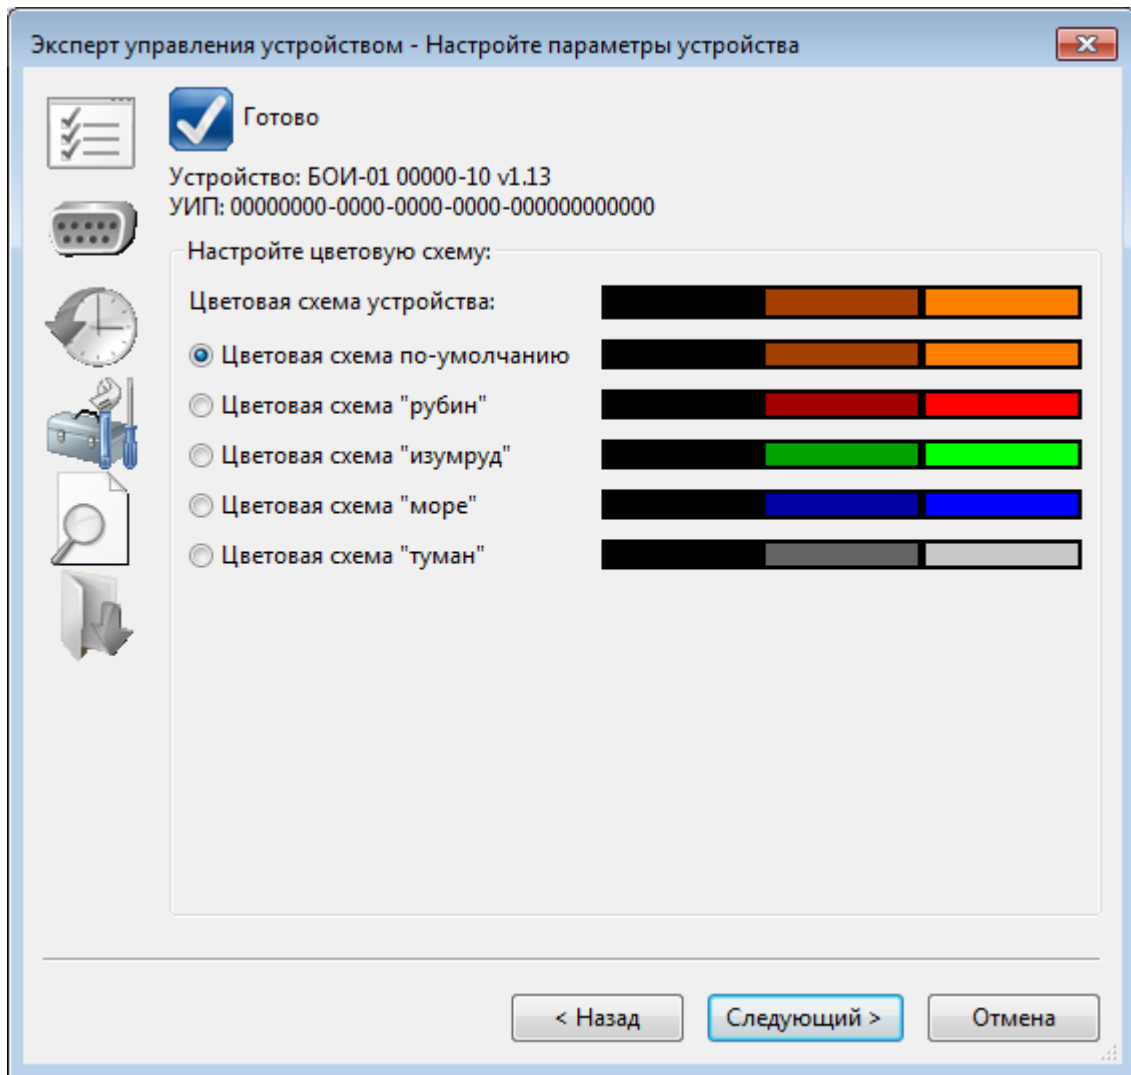

Рис.46. Окно настроек параметров БОИ-01.
2.3.10.4.4. Настройка параметров БОИ-01 производится в соответствующем окне настроек, показанном на Рис.46: